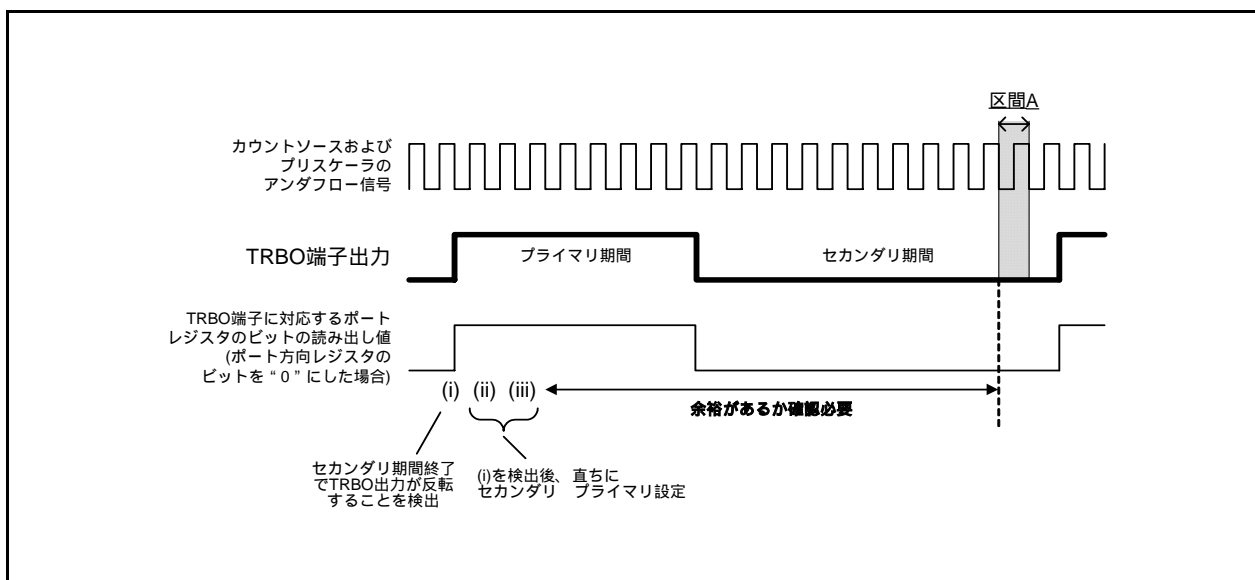

図 22.3 対策例 (b) の TRBO 端子出力値を読む例
- (1) カウント中 (TCSTFビットが“1”)にTRBPRESレジスタ、TRBPRレジスタに書き込む場合は、下記の点に注意してください。
- (2) カウント中 (TCSTFビットが“1”)にTRBSCレジスタ、TRBPRレジスタを変更する場合は、タイマRB割り込み等でTRBO出力周期に対して同期を取り、同一出力周期内で一度だけ行うようにしてください。また、図 22.2および図 22.3の区間Aで、TRBPRレジスタへの書き込みが発生しないことを確認してください。
図 22.3 に示すように TRBO 端子の出力レベルからプライマリ期間の開始を検出し、プライマリ期間の開始直後に、TRBSC レジスタ、TRBPR レジスタへ書いてください。書き込みは区間 A までに終了させてください。なお、TRBO 端子に対応するポート方向レジスタのビットを “0” (入力モード) に設定し、ポートレジスタのビットの値を読むと、読んだ値は TRBO 端子の出力値になります。